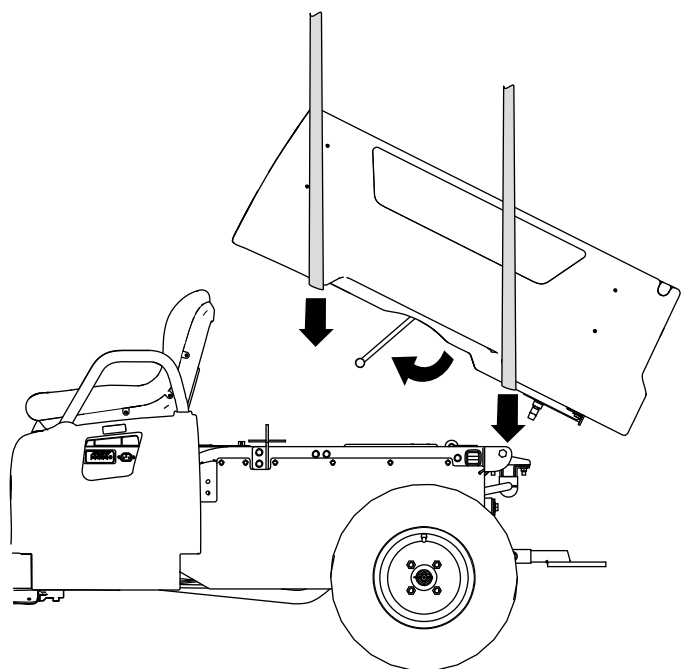

Figura 4
3. Utilize um equipamento de elevação à frente e atrás da plataforma de carga, eleve a plataforma de carga e alinhe-a sob a estrutura da máquina com o conjunto do suporte da articulação virado para trás (Figura 4).